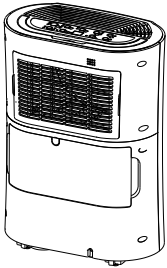
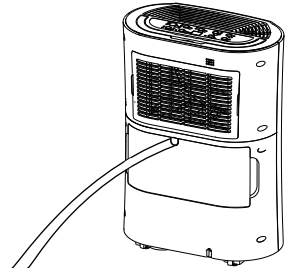

Abb. 4
Abb. 6
2. Trennen Sie es von der Stromversorgung ab. Vergewissern Sie sich, dass die hintere Seite des Gerätes gut zugänglich ist (Abb. 4).
3. Im Wasserbehälter (7) brechen Sie den Verschlussstopfen (9) der Öffnung für den Ablaufschlauch Abb. (5) aus. Um die Verbindungsherstellung zu erleichtern, können Sie das Wasserbehälter (7) demontieren.
4. Ziehen Sie den Ablaufschlauch (12) über den Wasserablaufstutzen (10) (Abb. 6).